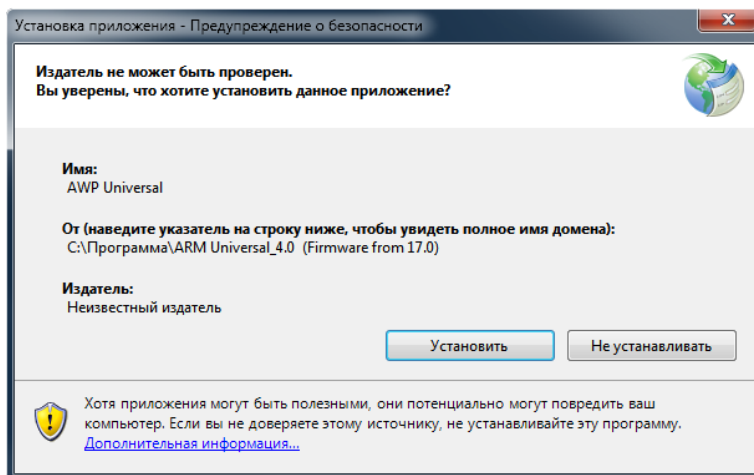

Рисунок 2.52 – Установка AWP Universal
9. Установить программу для работы с прибором, для этого запустить файл (setup.exe) установки программы и нажать кнопку «УСТАНОВИТЬ» (рис. 2.52).